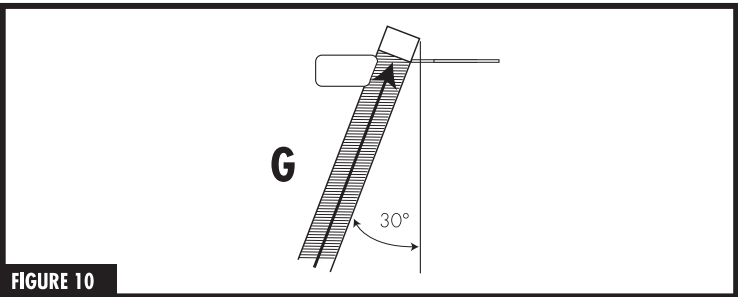
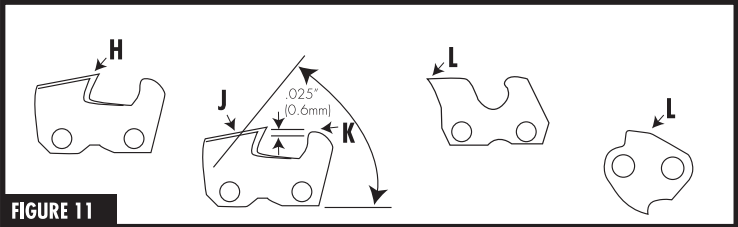

FIGURE 10
FIGURE 11
- Using correct size round file, apply pressure horizontally into cutter filing in direction of arrow (G) (Figure 10)
- Once cutter has been filed, the leading edge when viewed from the side should hook slightly forward (H).
- The cutting edge at the outermost tip of the top plate should be slanted at 60°. The chain will cut best when all cutters are filed to the same length (I).
- Lower the depth gauges with a flat file (K). Some expected filing of the rear guard link tang will eventually occur (I) (Figure 11).
- A l'aide d'une lime ronde a dimension , appuyer horizontalement sur le **tranchant** en limant dans la direction de la (G) (Figure 10).
- Une fois les tranchants affûtés, la partie avant devrait, vue de cote, etre legerement incline vers l'avant (H).
- La face coupants des tranchants etre a un angle de 60°. La longueur uniforme des tranchants a une importance capitale pour la performance de la chaîne (I).
- Diminuer la hauteur des limiteurs de profondeur a l'aide d'une lime plate (K). Il sera eventuellement necessaire d'affûter le tenon des mailons de protection arriere pour les tranchants des types JAUNE (U) (Figure 11).